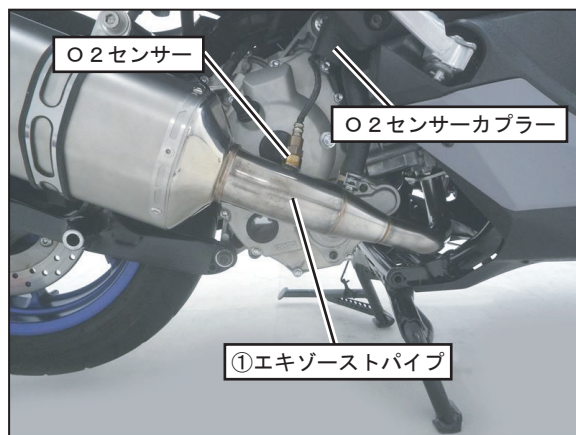

FIG. 10
9. 手順3で取り外したO2センサーを①エキゾーストパイプのセンサーボスに規定トルクで締め付け、カプラーを元に戻して下さい。(FIG. 10参照)